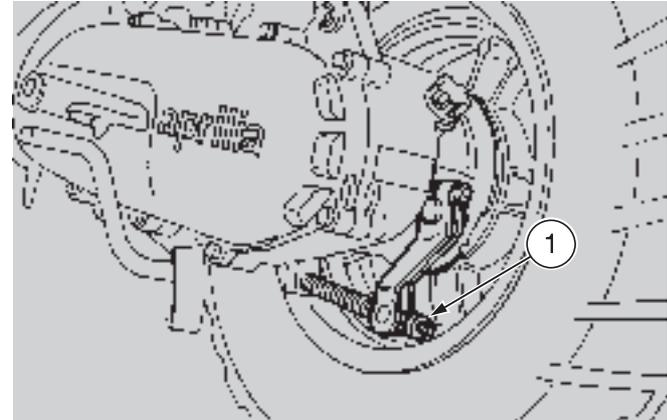

Abb. 18
- ◆ Den Spiel mittels der Einstellschraube (1-Abb. 18) einstellen.
Wenn sich die Einstellschraube (1-Abb. 18) bis zum Ende spannen läßt, weist das auf Bremsbelägeverschleiß hin, siehe in diesem Fall Seite 58 (BREMSBACKEN AUF VERSCHLEISS PRÜFEN).